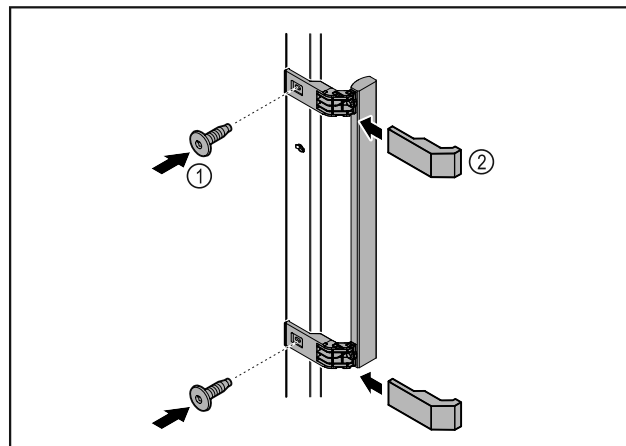

Fig. 4
- ▶ Madlo z příloženého příslušenství upevněte na dveře pomocí příložených šroubů Fig. 4 (1).
- ▶ Nasadte kryt Fig. 4 (2).